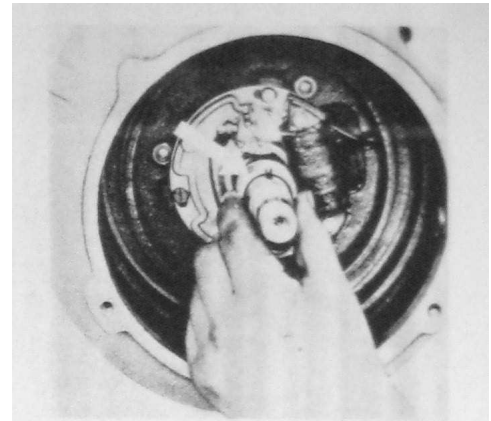

Fig. 38
2. Drei Zylinderschrauben (Fig. 38) leicht anziehen.
2. Tighten slightly the three cheese head screws (Fig. 38).